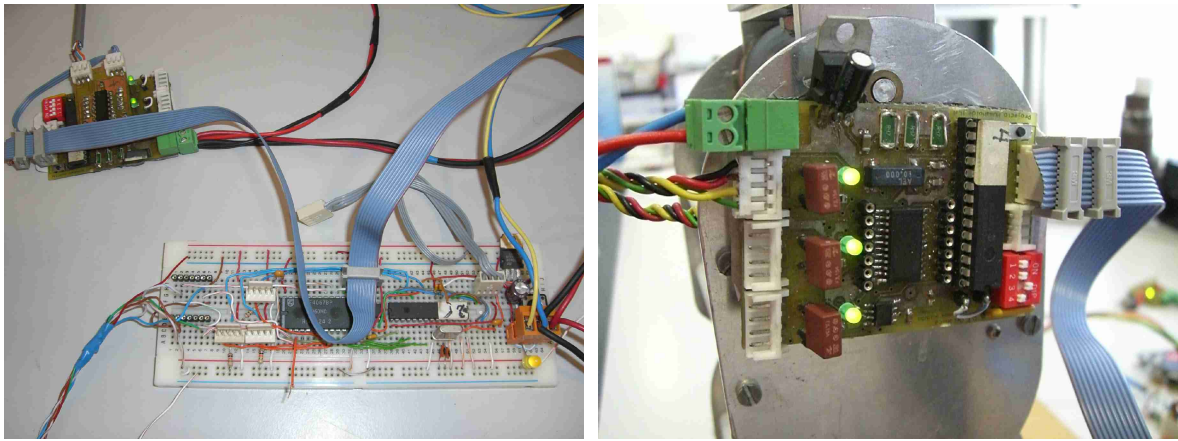

Fig. 6: Ligação CAN entre todas as unidades (cabo flat azul).
2. Ligação do Master (7) a cada uma das unidades Slave (8 ou 9) através do barramento CAN (20) (Fig. 6);